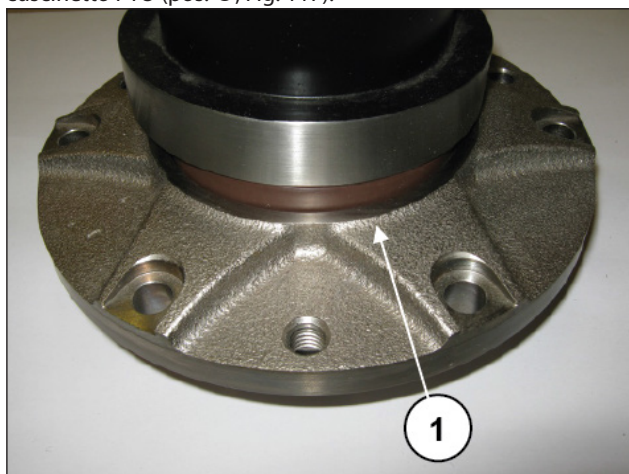

Fig. 117
Inserire l'anello di tenuta radiale all'interno del coperchio cuscinetto PTO (pos. ①, Fig. 117).